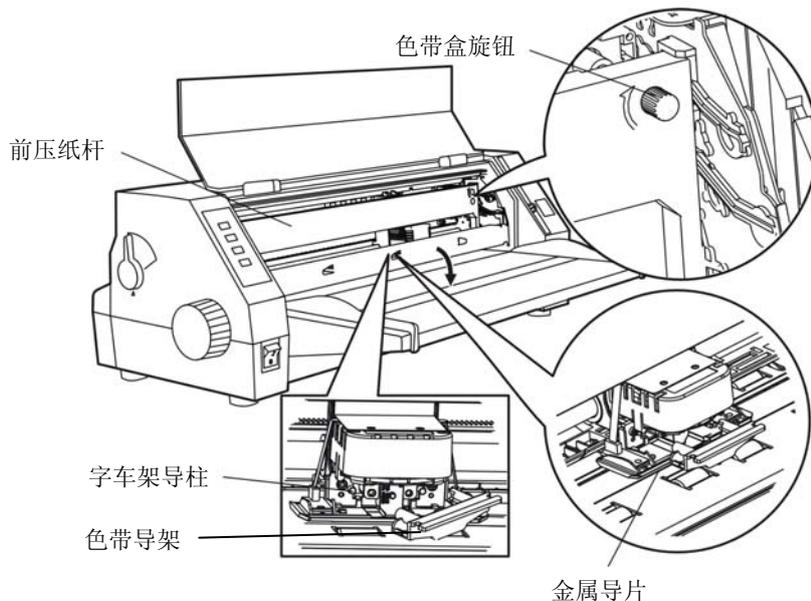

图 2-8 安装色带盒
6. 如图 2-8 所示，抓住色带盒的两边，使色带盒两边的卡扣对准打印机两侧的安装槽，稍用力向前推进，直到完全卡到位（发出咔嚓一声）。然后将色带导架对准字车架上的两个柱位，按压到位。